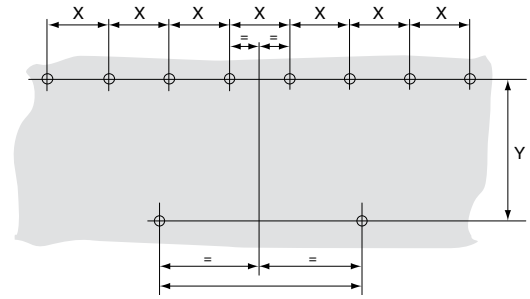

Рис. 1.h
4. Прикрепите аппарат к стене через центральное отверстие на задней стороне агрегата. (Справочный вес и размеры см. на Рис.1.a, 1.b, 1.c.)